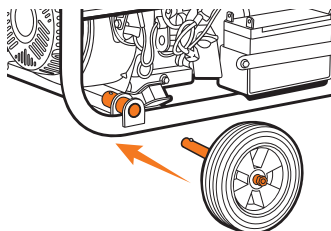

Рис. 4
- Наденьте колесо на ось , установите плоскую и гроверную шайбу и зафиксируйте его гайкой. Установите ось с колесом на посадочный фланец генератора до фиксации стопора (Рис. 4).